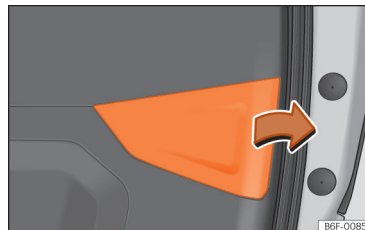

Abb. 171 Geöffnete Heckklappe: Abdeckung entfernen.
- Nehmen Sie die Gepäckraumklappe in Pfeilrichtung ab »» (Abb. 171).